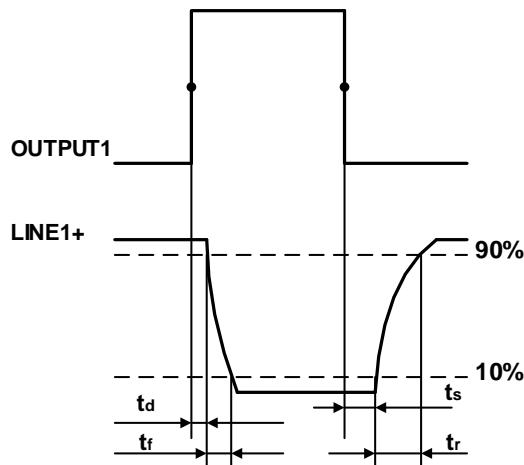

图 7-6 光耦隔离输出电路参数
- 上升沿延时=tr+td : <50μs (0°C~45°C), 参数说明见图 7-6
- 下降沿延时=ts+tf : <50μs (0°C~45°C), 参数说明见图 7-6
- 上升沿延时= $tr+td$ ： $<20\mu s$  ( $0^{\circ}C \sim 45^{\circ}C$ )，参数说明见图 7-6
- 下降沿延时= $ts+tf$ ： $<20\mu s$  ( $0^{\circ}C \sim 45^{\circ}C$ )，参数说明见图 7-6